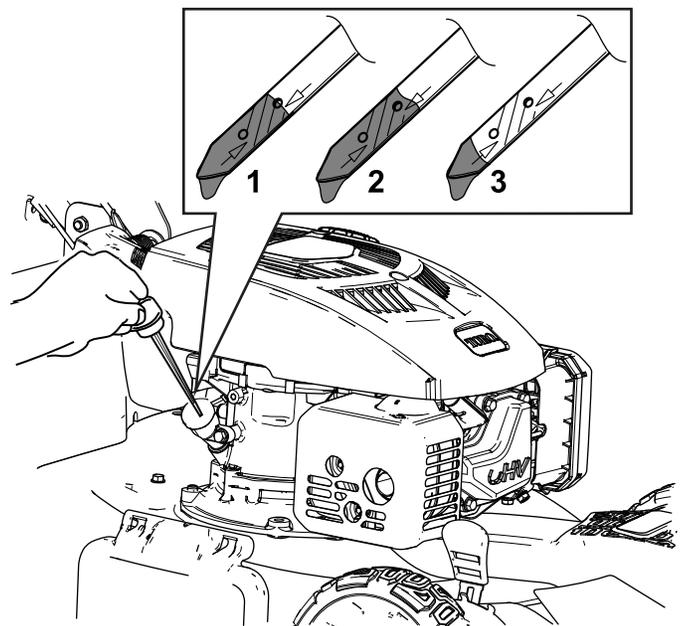

図 24
3. キャップを左に回してディップスティックを抜き取る 図 24。
4. エアフィルタが下になるように機体を横に傾けて、エンジンオイル補給口からエンジンオイルを抜く 図 24。